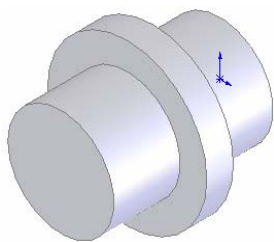

图 4-59 实例图形
下面以绘制图 4-59 所示的图形为例，说明旋转切除特征的操作步骤。
⑧ 确认旋转切除特征。单击“切除-旋转”属性管理器中的“确定”图标按钮，结果如图 4-59 所示。